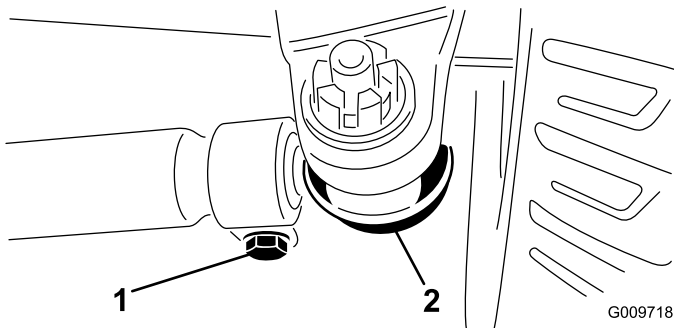

Figure 73
3. Pour le régler, retirez la goupille fendue et l'écrou de l'une des rotules de biellette (Figure 73). Déposez la rotule de biellette du support du corps d'essieu.
4. Desserrez les fixations aux deux extrémités des biellettes (Figure 73).